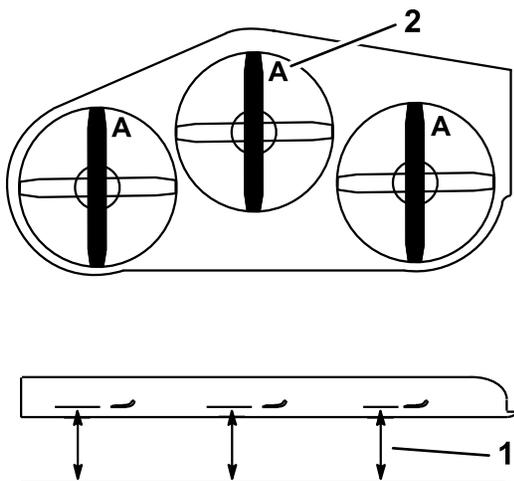

Figura 88
4. Mida en la posición **A** y desde una superficie nivelada hasta el filo de corte de los extremos de la cuchilla (Figura 88).